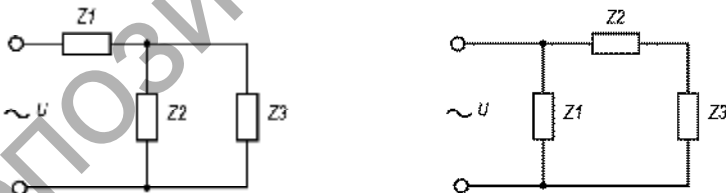

Рисунок 2.20
**Задача 2.19.** В сеть с напряжением  $U = U_m \sin(314t + \varphi)$  включена цепь (рис. 2.20), состоящая из смешанного соединения элементов. Рассчитать значения ёмкостей и индуктивностей элементов цепи. Определить токи во всех ветвях, ток источника, полную, активную и реактивную мощности всей цепи. Записать выражение для мгновенного тока неразветвлённой части цепи. Построить в масштабе векторную диаграмму, используя исходные данные таблицы 2.19.